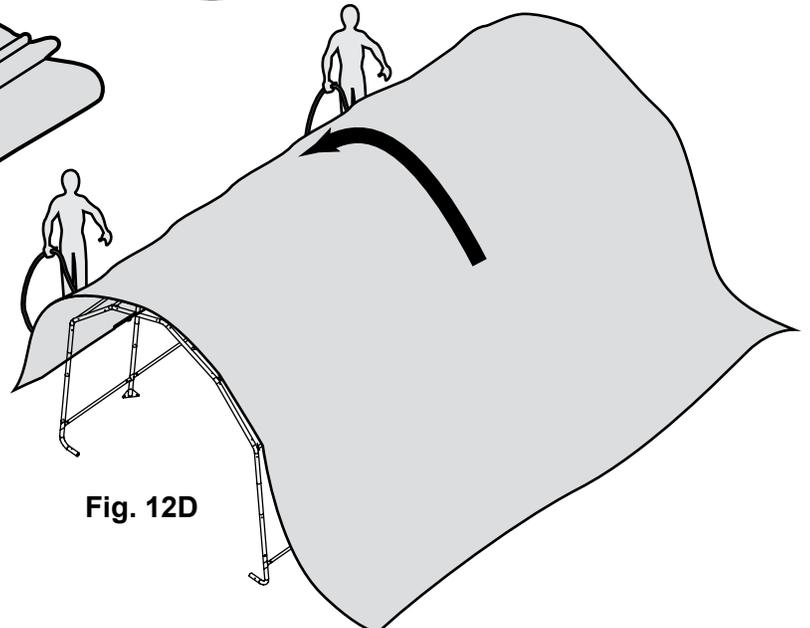

Fig. 12D
4. Allez de l'autre côté de la charpente et tirer sur les cordes pour couvrir la charpente avec la toile. Cela peut prendre 2 personnes ou plus. Fig. 12D